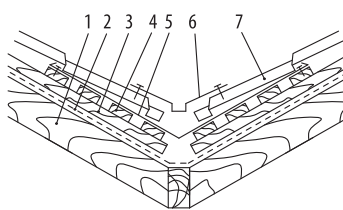

Рис. 3.12 Ендова
Конструкция ендовы показана на рис. 3.12. На сплошной деревянный настил (4) укладывается планка ендовы нижней (5). Нахлест планок не менее 200мм, желательно герметизировать мастикой. Затем укладывается металлочерепица. Расстояние между краями листов металлочерепицы в ендове не менее 100мм. Для придания кровле эстетичного внешнего вида рекомендуется ставить декоративную планку ендовы верхней (6), которая закрывает неровности реза. Ее крепят саморезами 4,8х20 с шагом 300-500мм в верх волны.